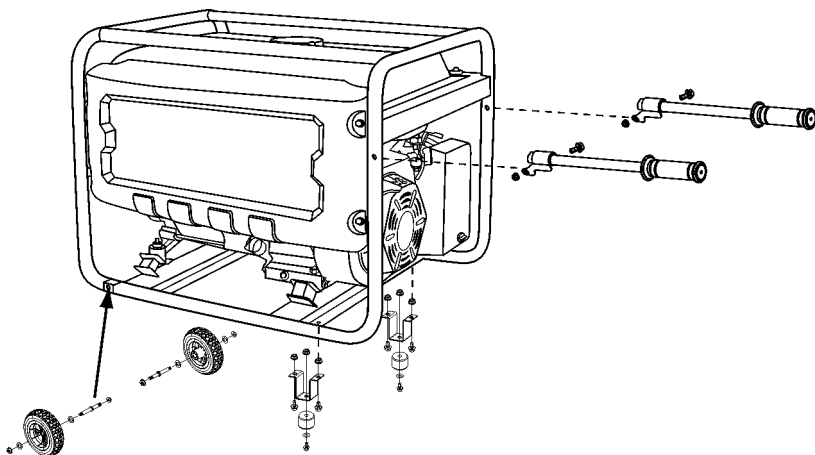

Fig. 6 – montagem dos pés, rodas e punhos
- 2 – Monte o eixo na estrutura do gerador, coloque o eixo no furo indicado (fig. 6). Aperte o sistema com a porca;
- 4 – Para montar os pés, monte a base de borracha colando na parte inferior a arruela e o parafuso e do outro lado do suporte a porca (fig. 6), depois fixe o suporte na estrutura do gerador com o auxílio de parafusos e porcas;